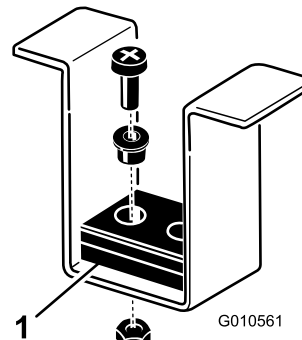

図 10
8. フロントの刈高ピンがフレームのクッションに正しく入っているかどうか点検・確認する。（図 10）ピンの位置が正しくない場合には、クッションの下にシムを入れて正しい高さにする。